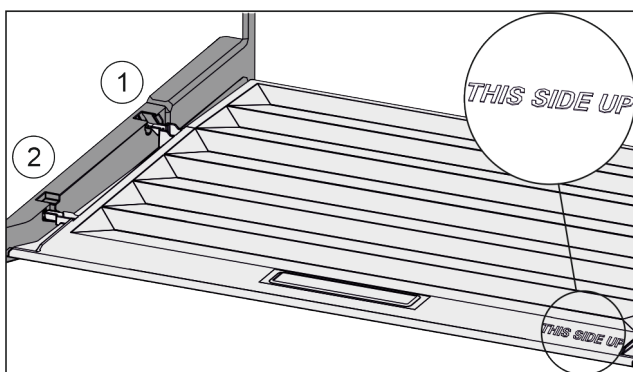

Fig. 40
- ▶ Výstupky veka zavedte cez otvor zadného držiaka Fig. 40 (1) a zaistite vpredu v držiaku Fig. 40 (2).